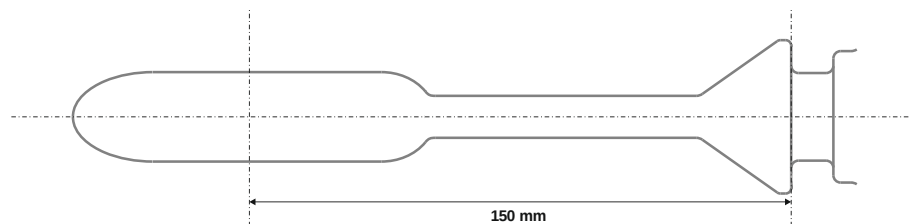

図12: ドロップ形先端部の中心とコンドームを固定するためのコーンリング端部との距離。
- ドロップ形先端部の中心をコンドームを固定するためのコーンリング端部から150mmの距離に置く (図12参照) 。